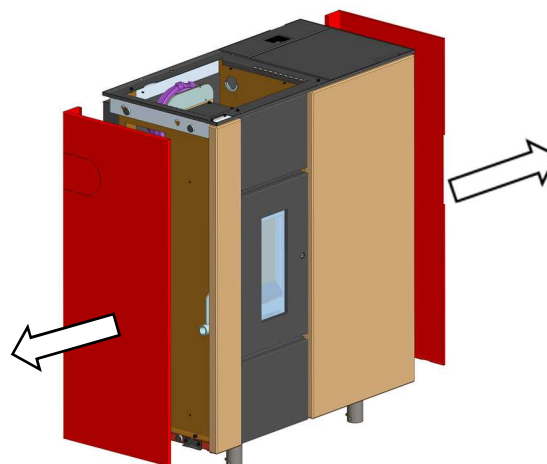

Abb. 21: Demontage Seitenverkleidungen
3. Die Verkleidungen durch waagrechtes Herausziehen demontieren (Abb. 21).